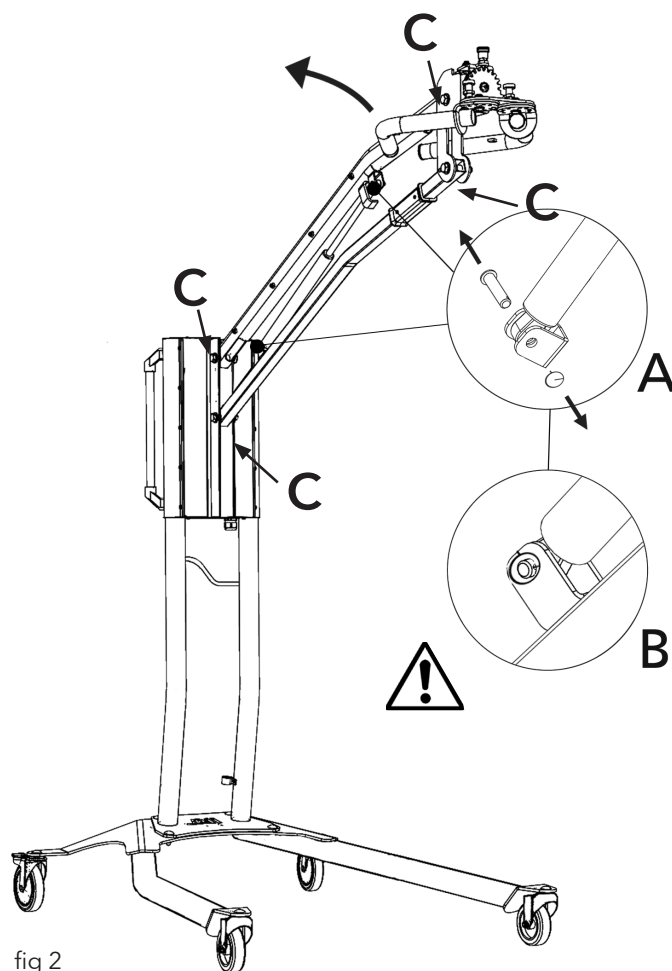

fig 2
Si le sèche-linge mobile ne s'immobilise pas dans sa position la plus haute ou la plus basse, mais qu'il tombe ou se relève de lui-même, resserrez les 4 boulons indiqués par la lettre « C » sur la figure 2. Si le bras ne s'arrête pas encore ou si le bras devient lourd à régler, remplacer le ressort à gaz.
2. Placez le bras parallèle en position relevée max (fig 2)
4. Déposez les anneaux de blocage et les deux goupilles de blocage. Déplacez légèrement le ressort à gaz vers le haut/avant, puis démontez-le. (fig 2)